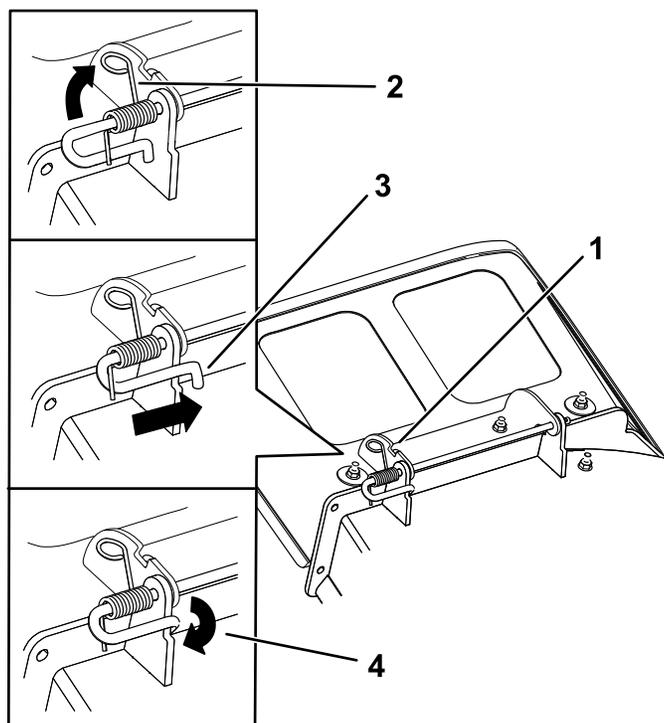

**Рисунок 78**
1. Освободите пружину из выемки в кронштейне отражателя и выдвиньте стержень из приварных кронштейнов деки, пружины и отражателя выброса (Рисунок 78).